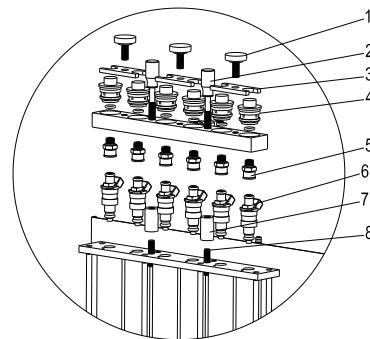

Abb. 05
- Wählen Sie den Kraftstoffverteiler-Stopper (4) aus dem Anschlusskasten und montieren Sie einen passenden O-Ring darauf. Denken Sie daran, etwas Schmierfett auf den O-Ring aufzutragen. Montieren Sie den Kraftstoffverteiler-Stopper (4) auf den oberen Kraftstoffverteiler.
- Montieren Sie die Halbmondblätter (3) und ziehen Sie sie mit einer Plattschraube (1) fest.
- Wählen Sie einen geeigneten Adapter (5) entsprechend dem Typ der Einspritzdüsen und montieren Sie ihn an die entsprechende Kupplung unter dem oberen Kraftstoffverteiler.
- Montieren Sie den oberen Kraftstoffverteiler und die Einspritzdüse an der Halterung des Kraftstoffverteilers mit den entsprechenden Stellschrauben und Rändelmuttern. Ziehen Sie die beiden Riffelschrauben (schwarz) fest. (siehe Abb. 05)